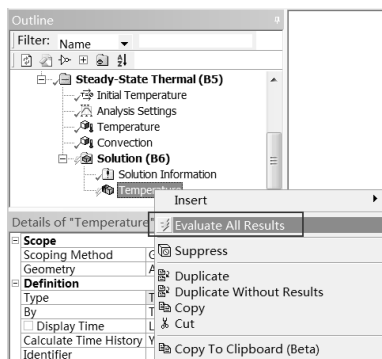

图 15-26 快捷菜单
Step3：在 Outline（分析树）中的 Solution（B6）选项上右击，在弹出的快捷菜单中选择  Solve 命令，如图 15-26 所示，此时会弹出进度显示条，表示正在求解，当求解完成后进度条自动消失。